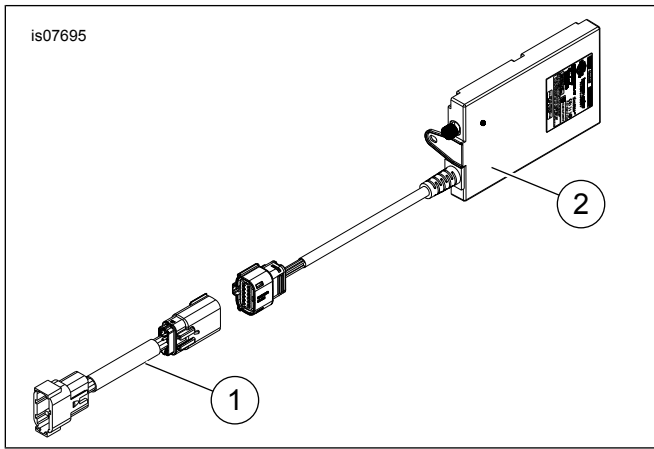

Figura 3. Piezas de servicio: Kit de radio CB
Vea la Figura 3 y la Tabla 1.
- a. Conecte el conector macho [53] de 12 patillas (1) del arnés superpuesto, etiquetado "Intercom", en el conector hembra que viene de la cápsula de la consola.
- b. Vea la Figura 3. Conecte el módulo CB (2) al arnés del módulo CB (1), como se muestra.